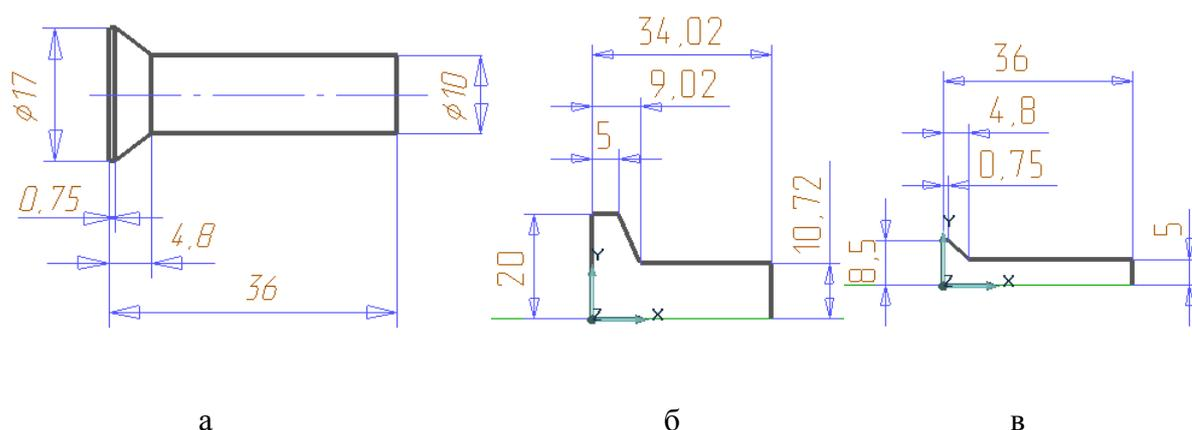

Рис. 3.1 Построение контура заклепки
Постройте эскиз заклепки с потайной головкой (рис. 3.1а) с использованием метода «эвристической» параметризации. Для этого войдите на рабочее поле модуля ADEM CAD. Укажите поле **Режимы построений** и установите режим ортогональности, включив галочку и выбрав значение угла 30 градусов (). Установка режима ортогональности позволяет автоматически располагать отрезки в процессе их создания горизонтально или вертикально. Величина выбираемого угла устанавливает сектор, в пределах которого функционирует этот режим. Проведите вспомогательную прямую (L, 0, Enter). Включите режим автоматической привязки (**Режимы построений**, ). Совместите курсор с началом координат (Home) и расположите начало координат в центре рабочего поля (Q). Ломаной линией видимого контура () постройте верхнюю часть контура заклепки так, чтобы она начиналась и заканчивалась вспомогательной прямой (рис.3.1б). Перенесите начало координат в точку пересечения вспомогательной прямой с изображением левого торца заклепки (F10, O). Включите режим автоматического нанесения размеров () и «образмерьте» полученный контур. В качестве точки привязки укажите начало координат (Home, Пробел).
Перестройте геометрию контура (рис.3.1в), руководствуясь размерами чертежа (см. рис.3.1а). Для этого воспользуйтесь режимами редактирования размеров (, и Эвристический метод (Все) (под кнопкой **Параметризация**).